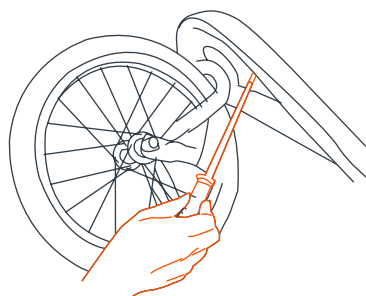

Fig. 5d
- Introduzca los 5 tornillos por debajo del armazón delantero en los tubos plásticos del guardabarros delantero. Ajuste bien los tornillos sin forzarlos (Fig. 5d). **NO AJUSTE DE MÁS.**